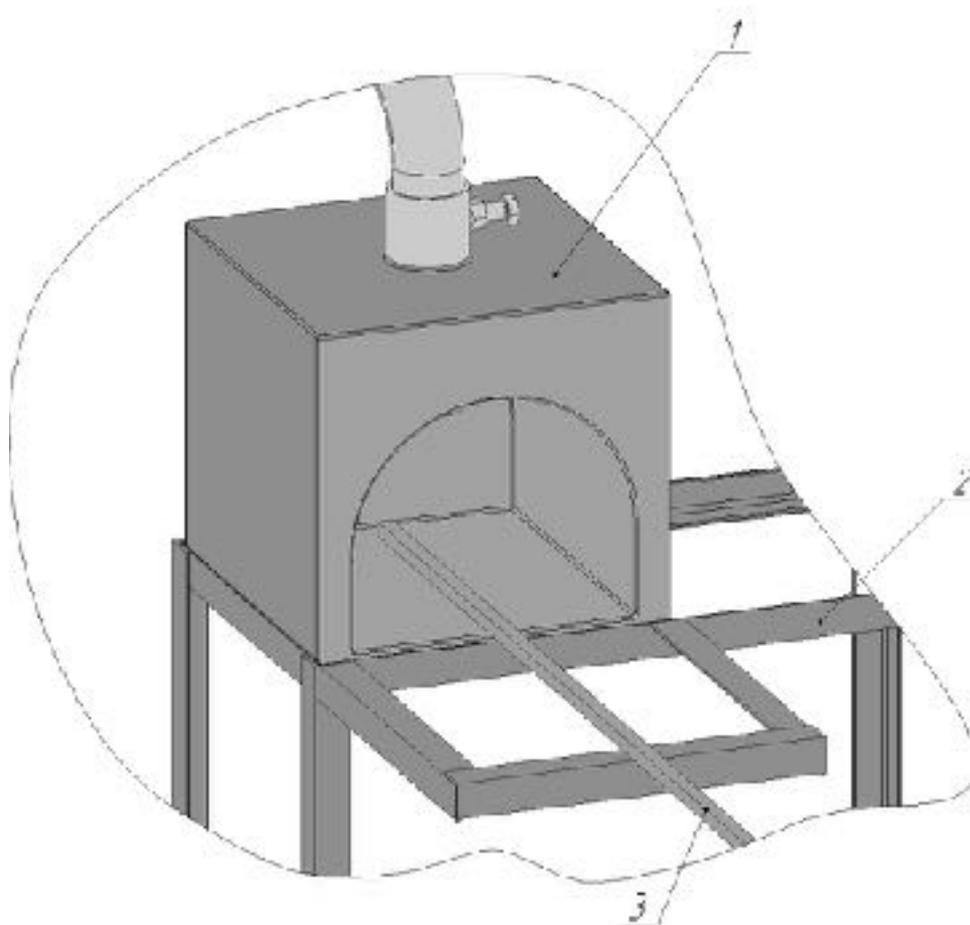

Рис.10 Схема установки заготовки при нагреве.
10.6. Поместить конец заготовки в окно газового горна-горелки рис.10, чтобы пламя горелки полностью охватывало конец заготовки.